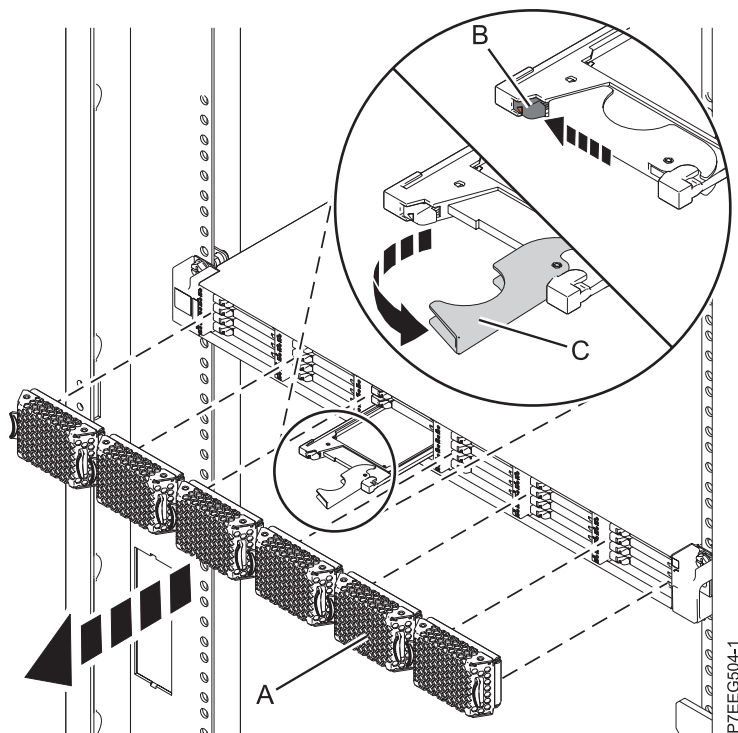

Figura 40. Extracció de la unitat d'estat sòlid des de Allotjament d'emmagatzematge PCIe 5888
1. Aixequeu la tapa bisellada (A) que cobreix la ranura que conté la unitat d'estat sòlid. Consulteu Figura 40 a la pàgina 61.
2. Desplaceu el pestell d'alliberació (B) amb compte per tal de desbloquejar la nansa de la unitat.
3. Agafeu la nansa (C) i feu sortir parcialment la unitat de la ranura.